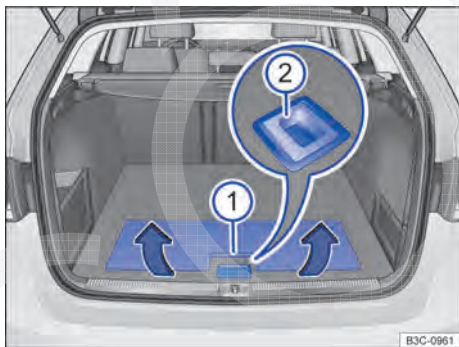

Fig. 128 No compartimento de bagagem: assoalho do compartimento de bagagem divisível.
- Segurar o assoalho do compartimento de bagagem divisível pelo rebaixo ⇒ Fig. 128  e levantar na posição vertical, no sentido da seta.
- Rebater para baixo o assoalho do compartimento de bagagem divisível levantado, no sentido contrário da seta ⇒ Fig. 128.